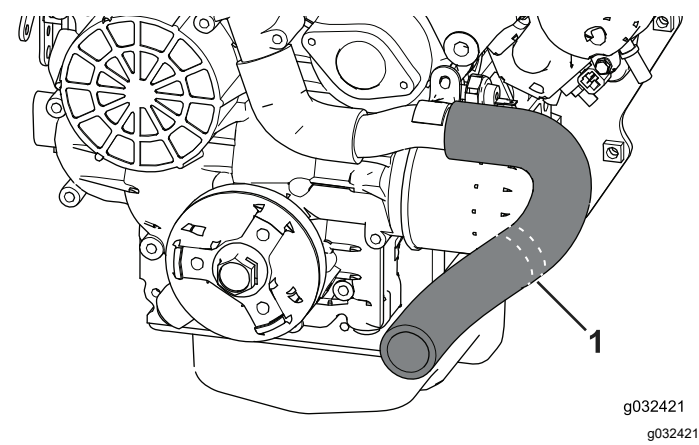

Figure 12
1. Localisez et déposez la durite de radiateur (Figure 12).
2. À l'aide d'un outil de coupe, coupez la durite de radiateur au niveau des traits (Figure 12).